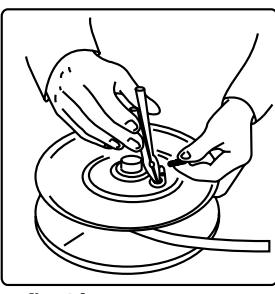

fig. 4d
4. Die Trommel umdrehen und die Arretierung mit Feder entfernen (Art. Nr 500110 und 500111, Bild 4d); die Achse entfernen (500115 und 500116, Bild 5d).